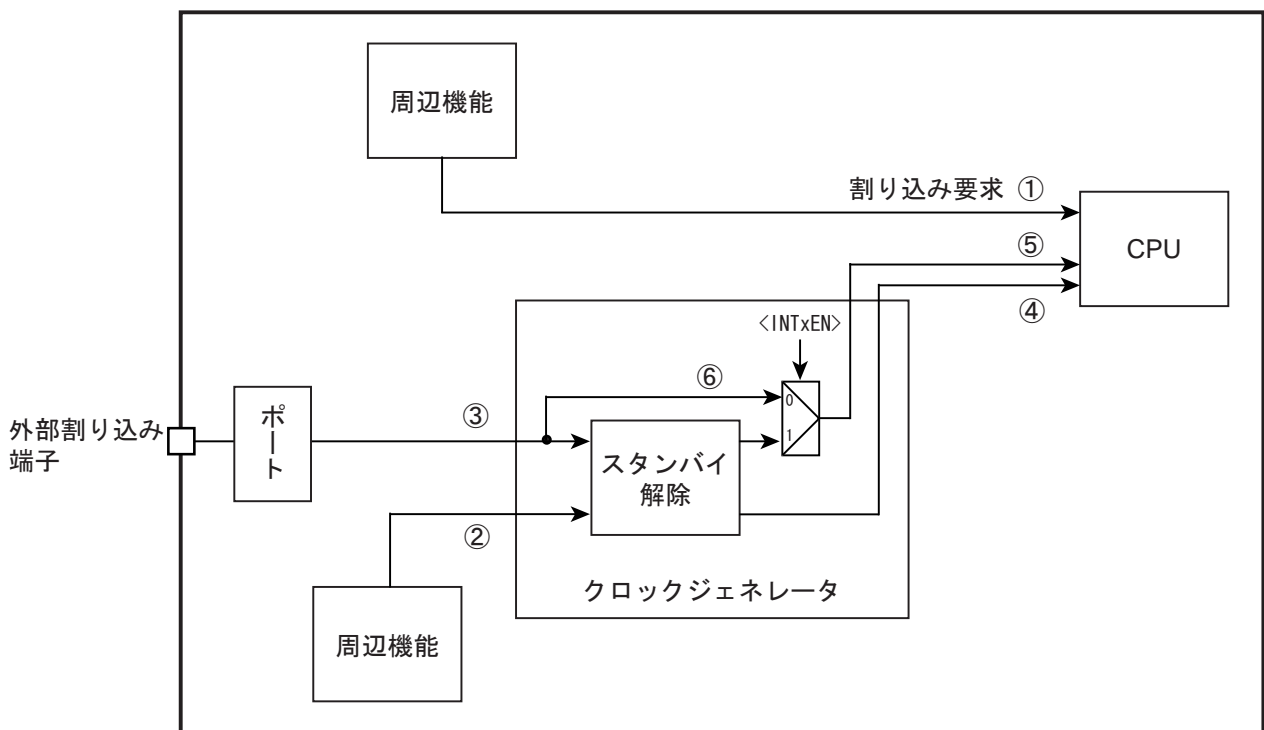

図 6-1 割り込みの経路
割り込み要求の経路を図 6-1 に示します。
外部割り込み端子からの入力信号は、入力ディセーブル(PxIE<PxmIE>="0")の場合"High"となります。また、外部割り込みをスタンバイ解除要因として使用しない場合（「図6-1 割り込みの経路」の⑥の経路）、外部割り込み端子からの入力信号がそのままCPUに伝わります。CPUは"High"入力を割り込みとして認識しますので、入力ディセーブルのままCPUで該当する割り込みを有効にすると割り込みが発生します。